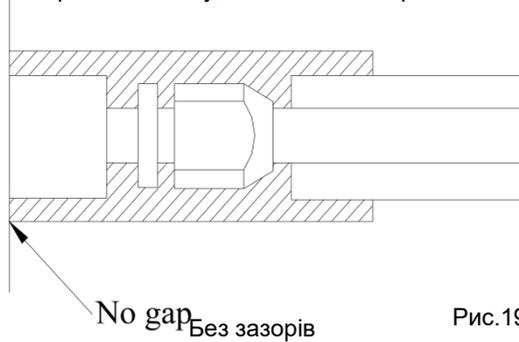

Рис.19
- b. Місця з'єднань внутрішнього блоку слід обернути ізоляційним матеріалом і не допускаєти на них потрапляння газу, як показано на рис.19.